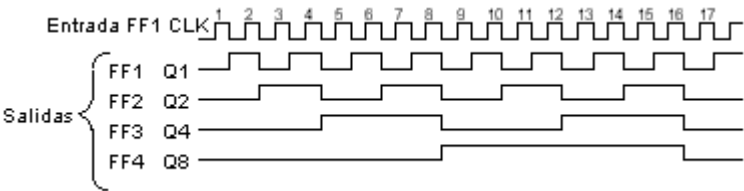

Figura 2: Diagrama de tiempos de un contador mod-16
El circulito en la entrada de reloj (CLK) de los fip-flops, nos indica que trabajan o conmutan con lógica negativa, es decir, que se activan en la transición de ALTA a BAJA (flanco posterior) del pulso de reloj y la salida del FF1 (QA) va del nivel BAJO al ALTO dando como resultado la cuenta binaria 0001. En el pulso 2, en la transicion del nivel ALTO a BAJO, FF1 se desactiva pasando su salida del nivel ALTO a BAJO, activando el FF2, conmutando la salida del nivel BAJO a ALTO generando la cuenta 0010, en el pulso 3 del reloj se activa FF1 generando la salida 0011, porque FF2 se encuentra en mantenimiento teniendo su salida (QB) activada, en el siguiente pulso se incrementa la cuenta a 0100, según se observa en el diagrama de tiempo de la figura 2.